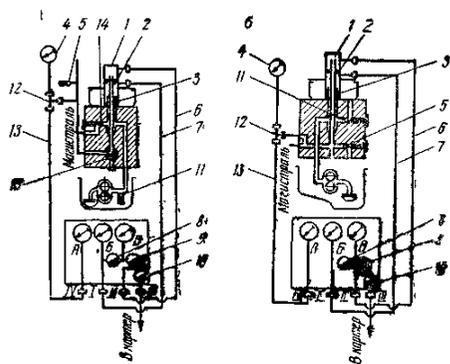

Рисунок 2- Схема проверки состояния элементов системы смазки двигателей СМД-14, СМД-14А с полнопоточной центрифугой (а) и Д-50 (б) прибором КИ-4858
- 1 Подключить прибор КИ-4858 к системе смазки двигателя. Для этого: снять колпак и ротор центрифуги; в соответствии с руководством по эксплуатации прибора установить переходные втулки 1 и 3 (рисунок 2) на ось ротора и подключить присоединительные рукава 6, 7 -я 13 согласно приведенным схемам; поставить переключатель 15 радиатора в положение «зима» или удалить пружину клапана-термостата; установить рукоятки дроссель-расходомера 8 и нагрузочного дросселя 9 в положение «открыто», а рукоятку сливного дросселя 10 в положение «закрыто».
Внимание! При выполнении диагностических операций следить за показаниями манометра *А* (см. рис. 2), не допуская падения давления ниже 0,5 кгс/см².